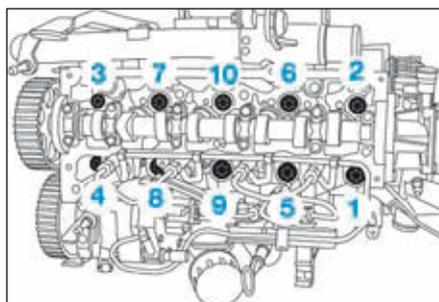

FIG.95
- les vis de culasse en respectant l'ordre (Fig.95),